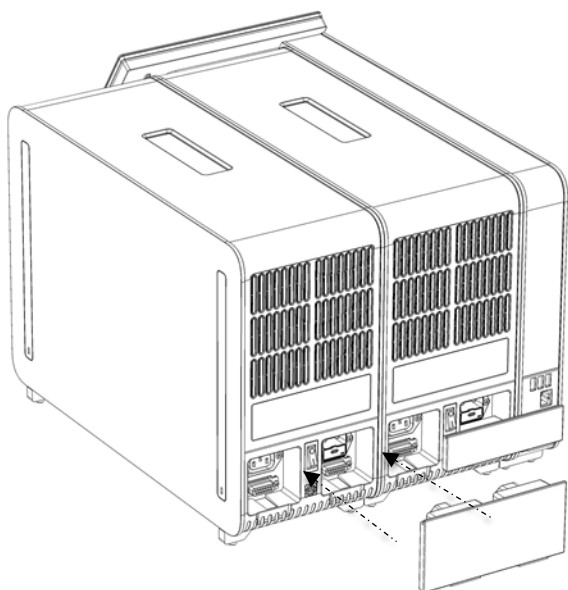

Figure 18. Connexion du pont de module analytique/analytique.
6. Connectez le Analytical/Analytical Module Bridge à l'arrière du QIAstat-Dx Analyzer 1.0 pour relier les deux modules analytiques entre eux (figure 18).